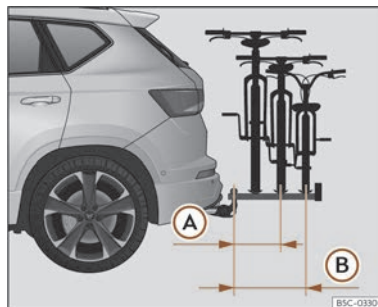

Abb. 178 Schematische Darstellung des maximalen Überstands der Ladung in einem Fahrradträger für zwei oder drei Fahrräder.
- (A) Mit einer Tragfähigkeit von bis zu 55 kg: 500 mm (ca. 19,7 Zoll)
- (B) Mit einer Tragfähigkeit von 75 kg: 700 mm (ca. 27,6 Zoll)
Der maximale Überstand darf bei Fahrradträgern für zwei Fahrräder 500 mm von der Mitte des Kugelkopfes bis zur Mitte der Schiene des letzten Trägers nicht überschreiten >>> (Abb. 178) (A). Bei Fahrradträgern für drei Fahrräder dürfen 700 mm >>> (Abb. 178) nicht überschritten werden (B).